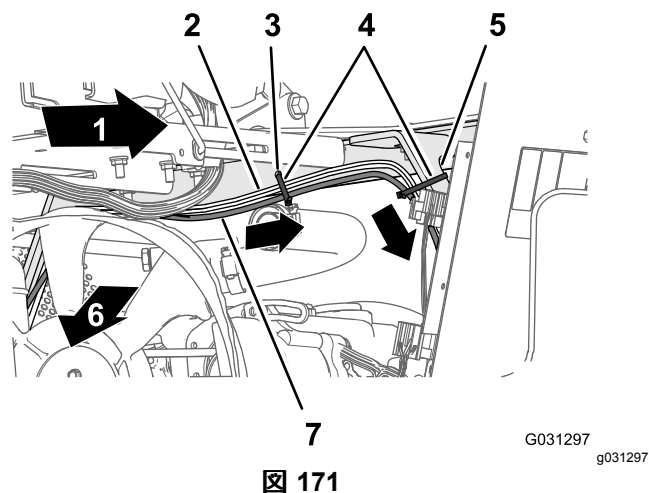
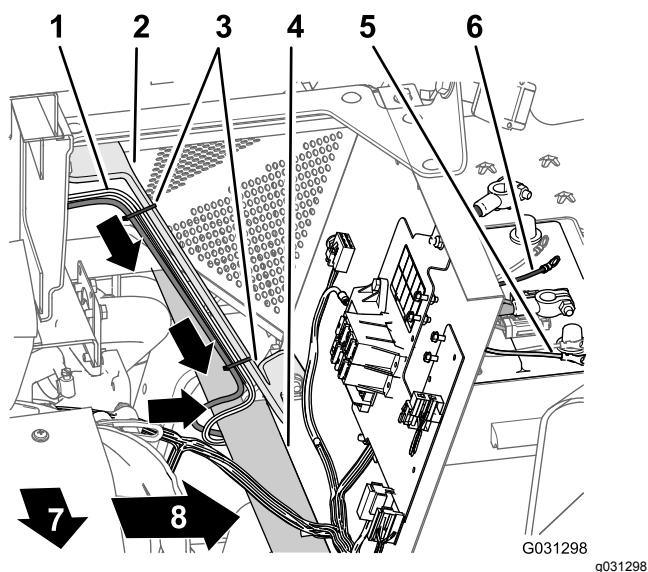

図 171
図 172
3. ナビゲーションシステム用の電装ハーネスの220cm の枝線を、エンジンシュラウドの左側サポートに沿って下へ進め、左側フレームチューブの下に導く図 171。
4. ケーブルタイ3本を使用して、ハーネスをシートボックス用アングル部材の穴とエンジンシュラウドのサポートに固定する 図 171と 図 172。
5. ナビゲーションシステム用の電装ハーネスの 220cm の枝線についている 10 A ヒューズ、プラス端子、マイナス端子を、バッテリー上部まで導く 図 172。